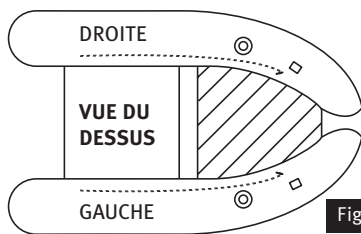

Fig. 2
3. Vérifiez les chambres à air en ouvrant les fermetures à glissière des pontons (voir Fig. 2). Les chambres à air devraient être à plat, droites et centrées sous les poches des pontons. Faites correspondre les languettes autoagrippantes [A] et [B] qui permettent de fixer la chambre à air à l'enveloppe du ponton (voir Fig. 3). (Une chambre à air qui n'est pas droite modifiera la forme de l'enveloppe lorsque vous la gonfliez.)